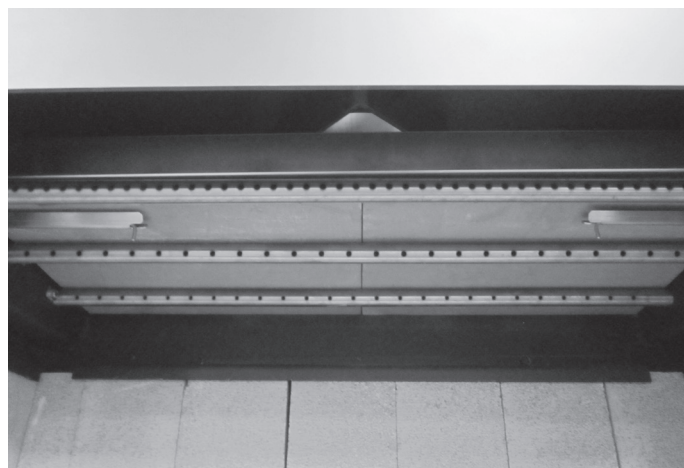

Figure 4.10 Réinstaller les panneaux de déflecteur
- Réinstallez les panneaux de déflecteur et le canal de protection du déflecteur. Voir les figures 4.10 et 4.11.